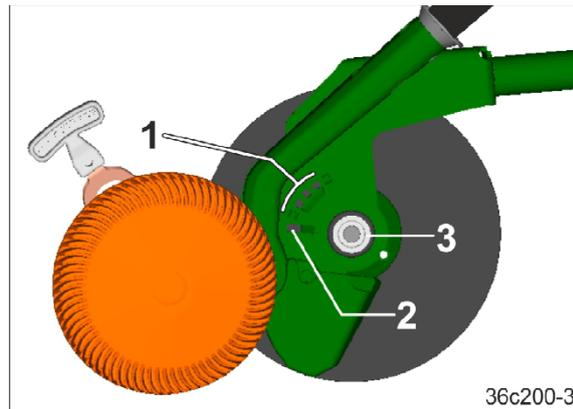

図 132
1. レバーはキャッチ (図 132/1)
を乗り越えて長穴 (図 132/2)
2. コールタディスクがロック (図 132/3)
長穴 (図 132/2) に押し込みます。